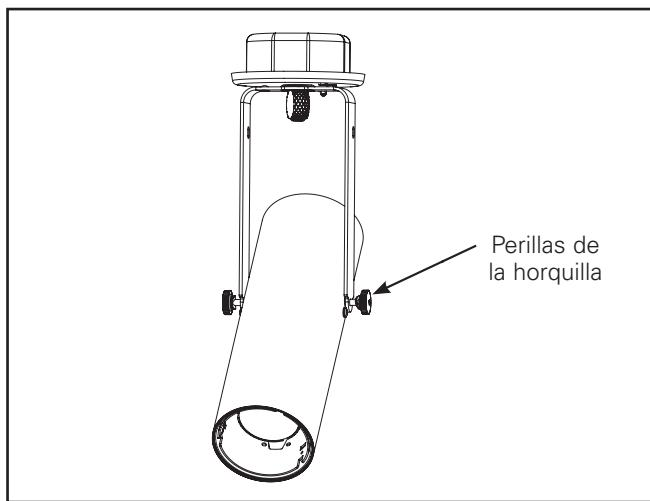

Figura 5
6. Una vez instalado en la caja de derivación, afloje las perillas de la horquilla para inclinar el cilindro a la ubicación deseada. (Figura 5)